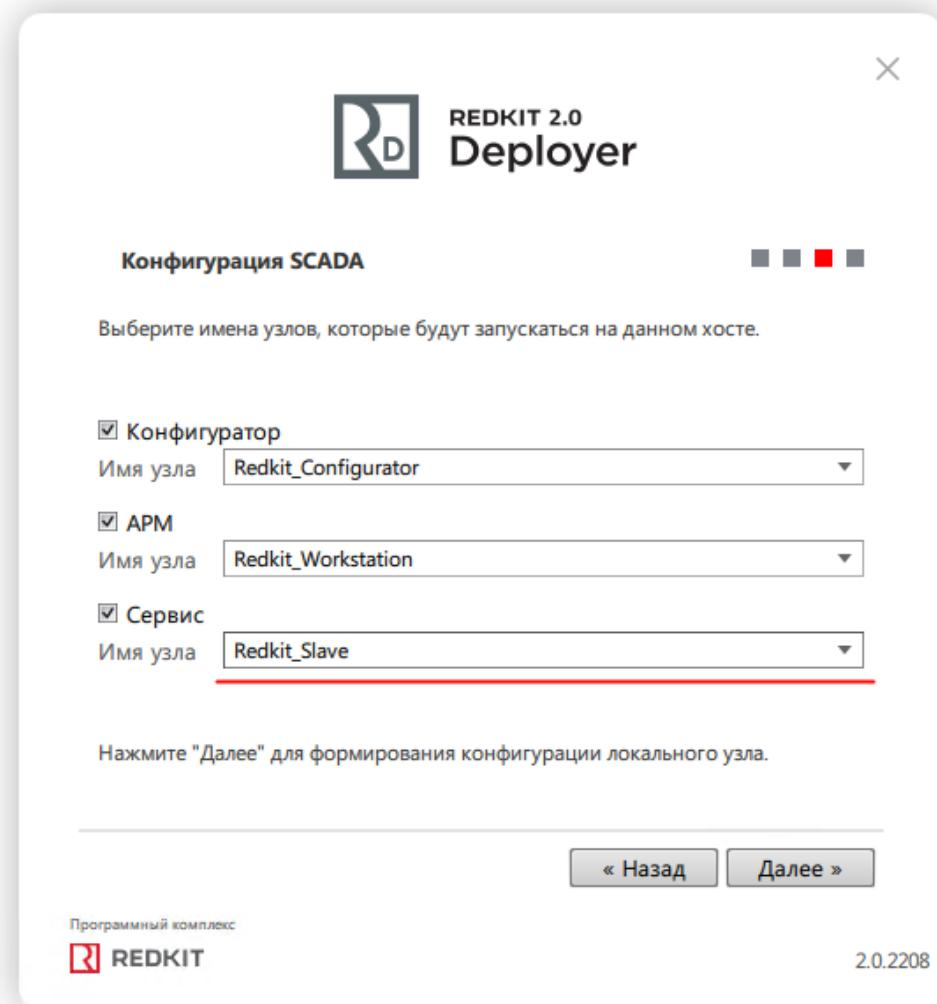

Рисунок 35 - Узлы
7. У имени узла **Сервис** выберите *Redkit_Slave* и нажмите **Далее** (Рисунок 35).